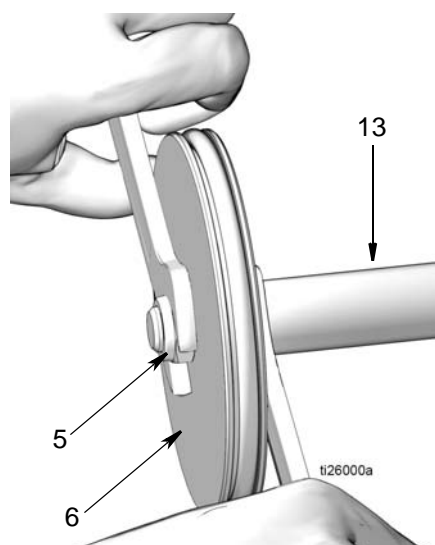

Рис. 20
15. Шток поршня (13) и поршень (6)
- a. Вытащите шток поршня (13) и поршень (6) из пневматического цилиндра (2) (Рис. 20).
- b. Для разделения штока поршня (13) и поршня (6) воспользуйтесь двумя гаечными ключами, работая ими в противоположных направлениях. Зафиксируйте один открытый конец гаечного ключа на лысках штока поршня, а второй гаечный ключ используется для ослабления затяжки гайки (5), как показано на Рис. 20.